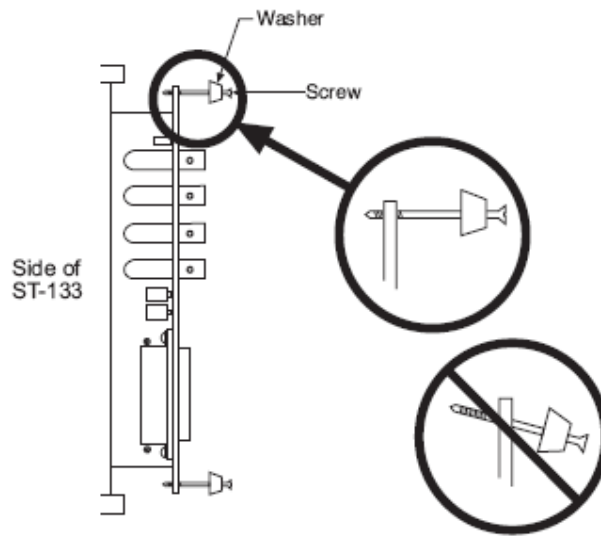

图107 模块安装
- 3、逆时针旋转两个紧固螺丝直到螺丝上的螺纹与模块板咬合。见图 107。通过这种方法，可以保证螺丝与模块板相互垂直。